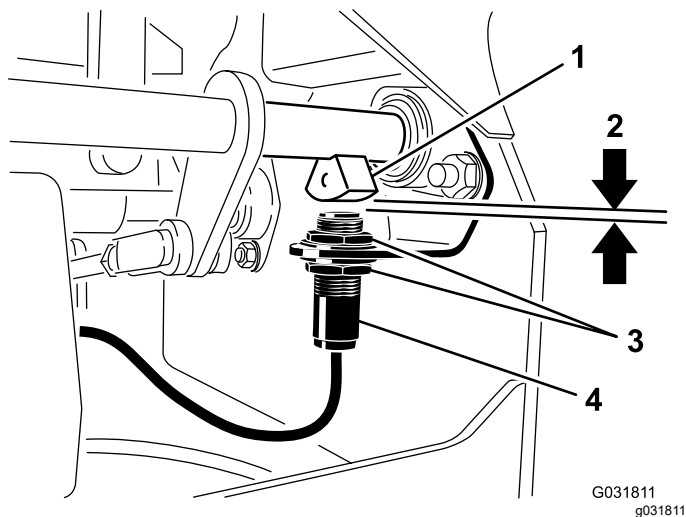

Figure 51
4. Montez ou descendez le contacteur sur le support jusqu'à ce que le capteur d'arbre de frein et le plongeur du contacteur soient distants de 4 mm (5/32 po), comme montré à la (Figure 51).